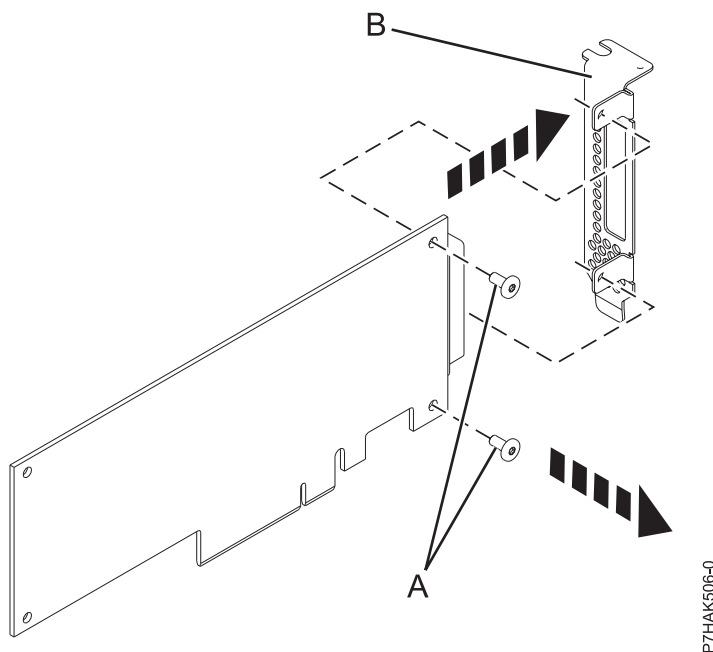

Figura 49. Extracción de la contrapunta de altura reducida de un adaptador PCIe
2. Mediante un destornillador Phillips, desenrosque los dos tornillos (A) que sujetan la contrapunta (B) al adaptador PCIe, como se muestra en la Figura 49.